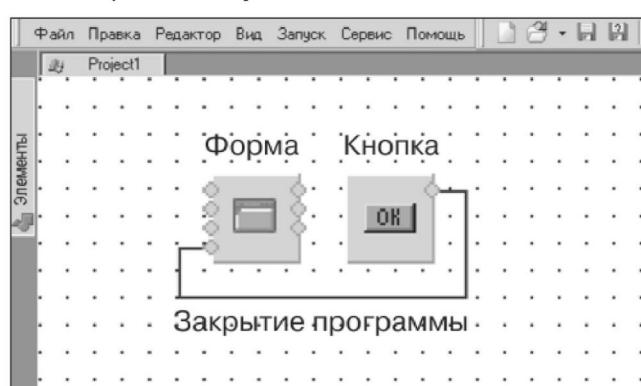

Рис.43
4) Распаковать файл «hiasm_4.05b186.rar» и инсталлировать HiAsm Studio на диск C:\. Компиляторы входят в состав сборки, дополнительно ничего скачивать не надо. Чтобы проверить работоспособность базового пакета, можно создать тестовый проект: «Файл—Новый—Приложение Windows—OK». Далее собрать блок-схему, как на **рис.43**, задать в свойствах кнопки Button надпись Caption «Hello, World!», удлинить физический размер кнопки в редакторе формы и запустить на компиляцию иконкой зеленого треугольника. Логика работы — при старте приложения появляется кнопка с надписью «Hello, Word!», при нажатии на которую программа закрывается. Исполняемый файл «Project1.exe» размещается в папке «Projects», где можно хранить и файл с исходными кодами «Project1.sha» (Файл—Сохранить).